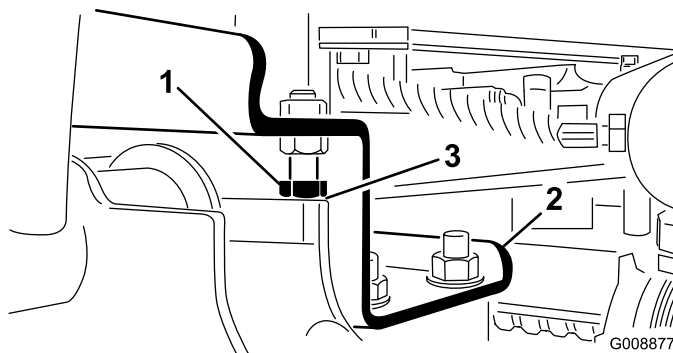

Figura 26
- A. Afloje los pernos de bloqueo y ajuste el cilindro para obtener la holgura necesaria (Figura 26).
- 2. Compruebe que la holgura entre cada brazo de elevación y el perno de tope es de 0,005 a 0,040 pulgadas (0,13–1,02 mm) (Figura 26).